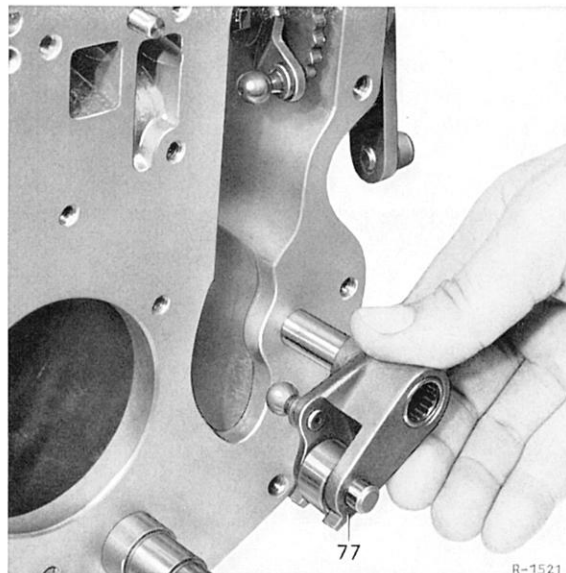

Bild 27–11/39
39 Parksperrhebel (77) abnehmen (Bild 27–11/39).